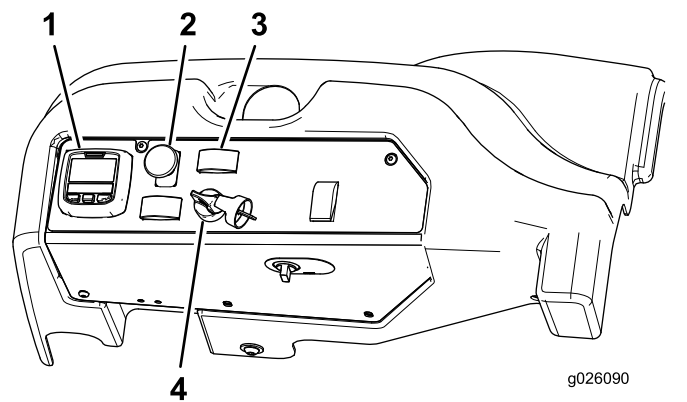

Figure 19
4. Placez la commande de prise de force (PDF) en position DÉSENGAGÉE (Figure 19).